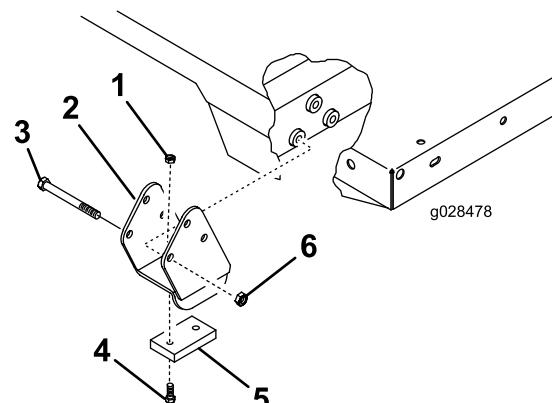

Figura 3
3. Monte una pletina de desgaste a izquierda y derecha de los soportes del espaciador con 2 pernos de cabeza redonda y 2 contratuerca (figura 3).
4. Monte los soportes del espaciador en la parte delantera izquierda y derecha del perfil del bastidor de la plataforma con 3 pernos de cuello redondo (3/8 x 3 3/4") y 3 contratuerca (3/8"), como se muestra en Figura 3.
5. Coloque los soportes en la plataforma como se muestra en Figura 3.